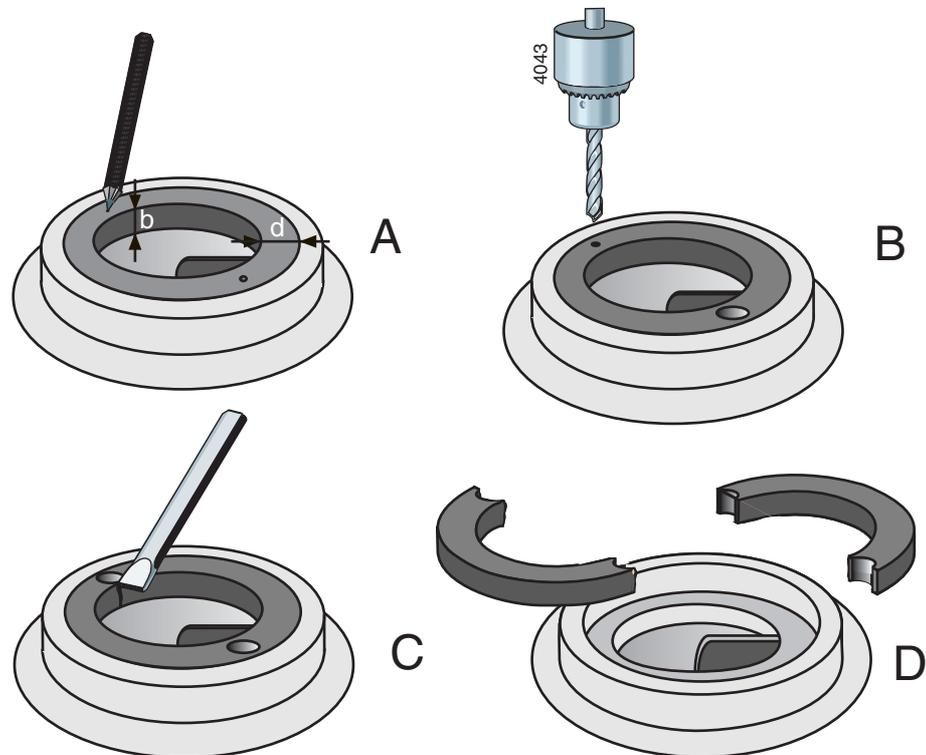

Рисунок 19. Извлечение компенсационного кольца
- 1 Измерьте толщину (d) и ширину (b) кольца, см. рисунок 19 A.